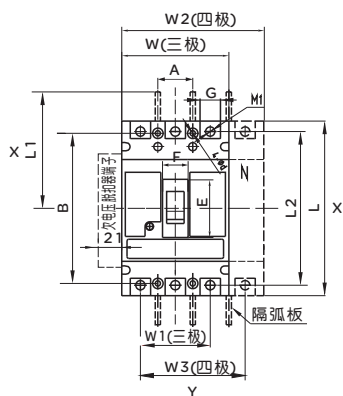
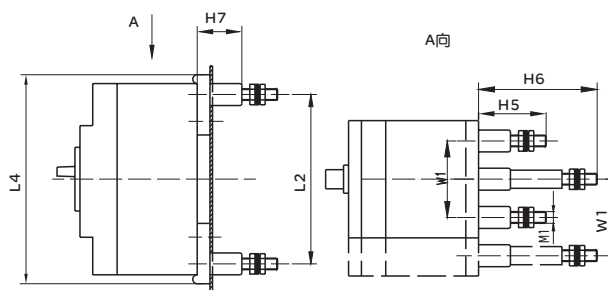
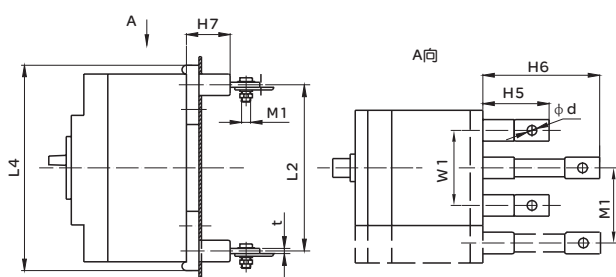
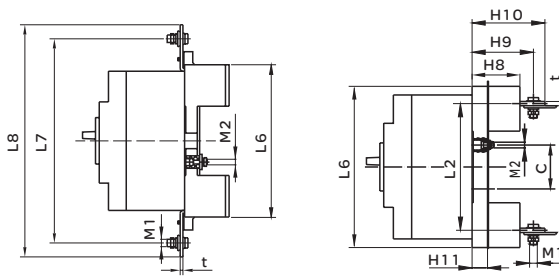

图2 固定式板前接线
图3 RDM1E-125、250固定式板后接线
图4 RDM1E-400、800固定式板后接线
图5 插入式板前接线 (三极) 图6 插入式板后接线(三极、四极)
外形尺寸见图2、图3、图4、图5、图6及表10
- (1) 板前接线外形尺寸见图2 (X-X、Y-Y为三极断路器中心)
- (2) 板后接线外形尺寸见图3、图4
- (3) 插入式板前接线外形尺寸见图5